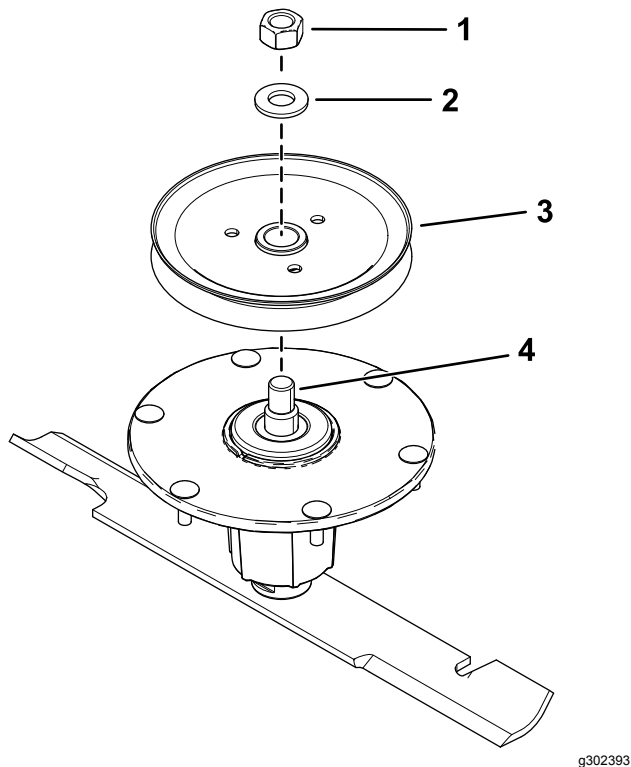

Figura 1
1. Remova a porca superior, anilha e roldana do eixo (Figura 1).